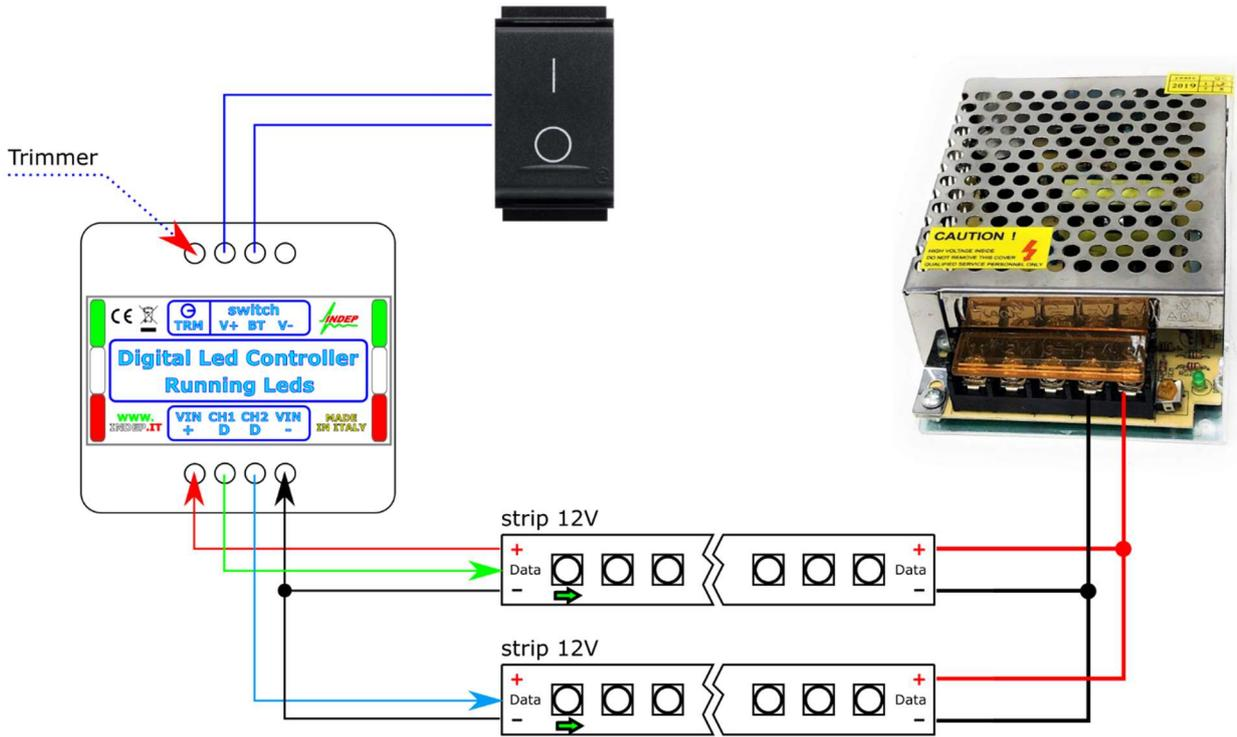

Figura 2. Mini-DLC Collegamenti
Di seguito viene presentata la descrizione di ogni singolo morsetto presente sulla centralina. Per uno schema complessivo dei collegamenti si faccia riferimento alla Figura 2 presentata di seguito.
1. È importante notare che sulle strisce led digitali esiste un ingresso ed una uscita in relazione al segnale digitale di controllo (linea DATA). L'ingresso alla linea dati della striscia led digitale è serigrafato sulla striscia stessa da una freccia nera entrante (in Figura 2 tale freccia sulla striscia led è indicata in VERDE con bordo NERO). La centralina invierà dati alla/alle strisce led digitali tramite i morsetti D-CH1 e D-CH2 (collegamenti VERDE e BLU di Figura 2).